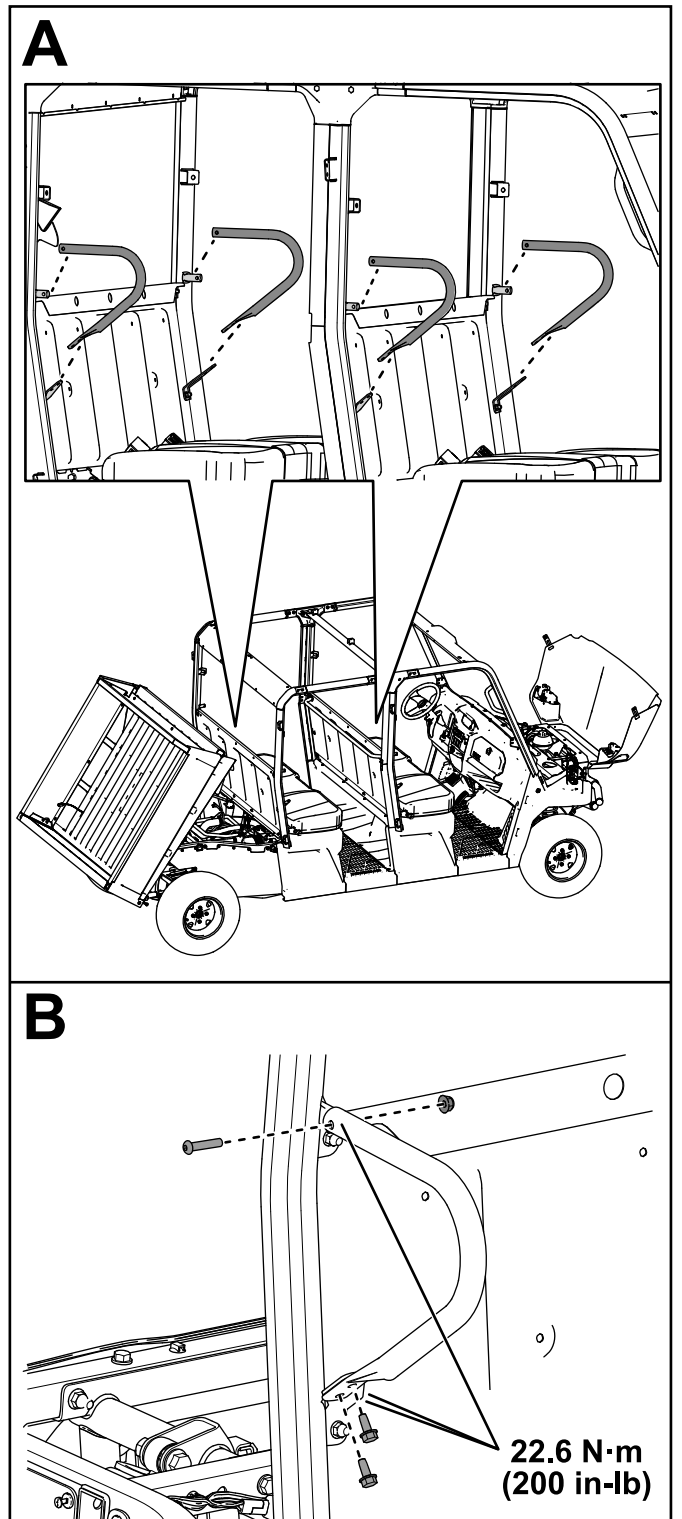

Figura 53
26. Fije las 4 barras de seguridad de los hombros en los conjuntos traseros y centrales de la barra antivuelco con 8 tornillos autorroscantes (5/16" x 3/4"), 4 pernos de cabeza de botón (5/16" x 1 1/2") y 4 contratuercas (5/16"), como se muestra en la Figura 53.
Apriete las contratuercas (5/16") a 22,6 N·m, tal y como se muestra en la Figura 53.